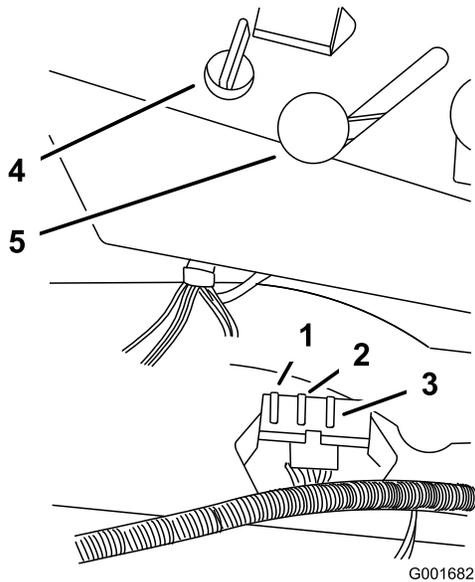

Figure 41
- Soulevez le siège pour accéder au porte-fusibles (Figure 41).
- Remplacez le fusible (Figure 41).